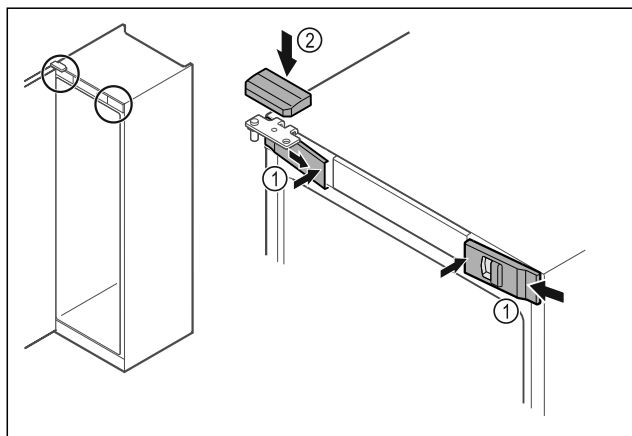

Fig. 33
- Agganciare le coperture anteriori Fig. 33 (1) di lato e innestarle all'interno.
- Innestare la copertura superiore Fig. 33 (2) dall'alto.